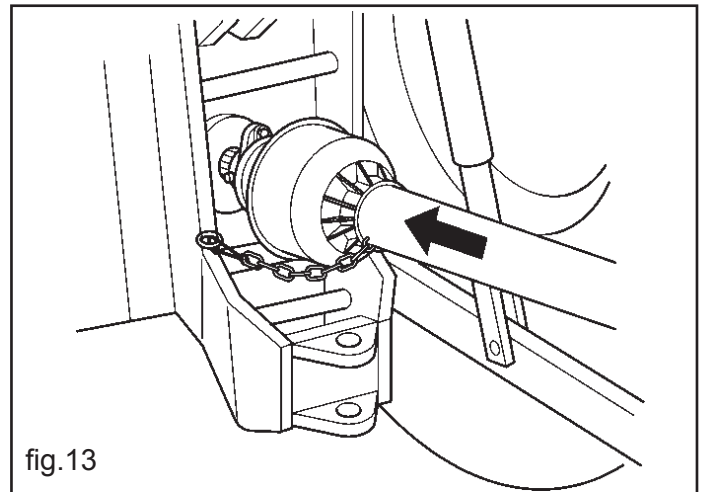

fig.13
- 5) Engranar el árbol cardán y cerciorarse que se encuentre perfectamente bloqueado en la toma de fuerza (fig.13). Verificar que la protección gire libremente y sujetarla con la correspondiente cadenilla.